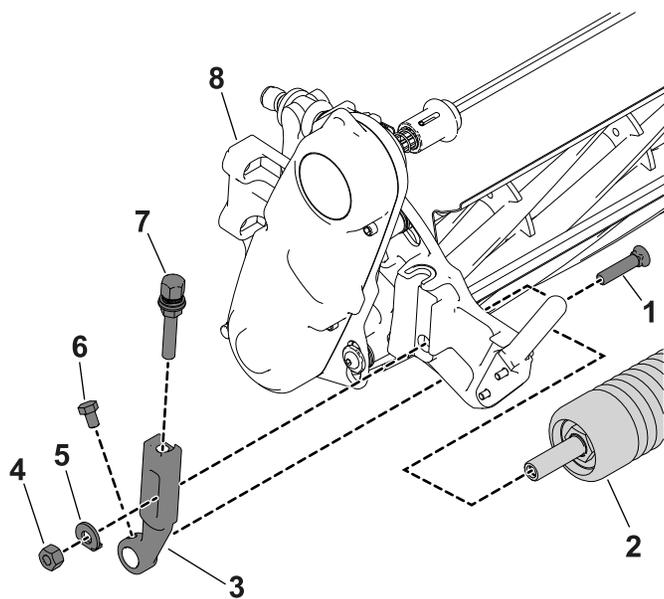

Figura 2
1. Na unidade de corte, desaperte os parafusos de montagem que prendem cada extremidade do rolo frontal aos braços da altura de corte (Figura 2).
2. Retire os parafusos do arado, anilhas e porcas que prendem os braços da altura de corte a cada extremidade da unidade de corte (Figura 2). Retire os braços da altura de corte e do rolo.